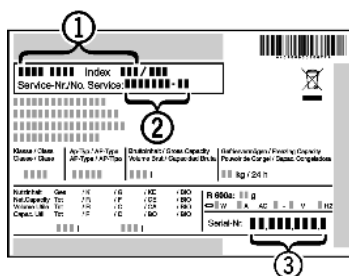

Fig. 35
- ▶ Gerätebezeichnung Fig. 35 (1), Service-Nr. Fig. 35 (2) und Serial-Nr. Fig. 35 (3) vom Typenschild ablesen. Das Typenschild befindet sich an der linken Geräteinnenseite.
- ▶ Den Kundendienst benachrichtigen und den Fehler, Gerätebezeichnung Fig. 35 (1), Service-Nr. Fig. 35 (2) und Serial-Nr. Fig. 35 (3) mitteilen.